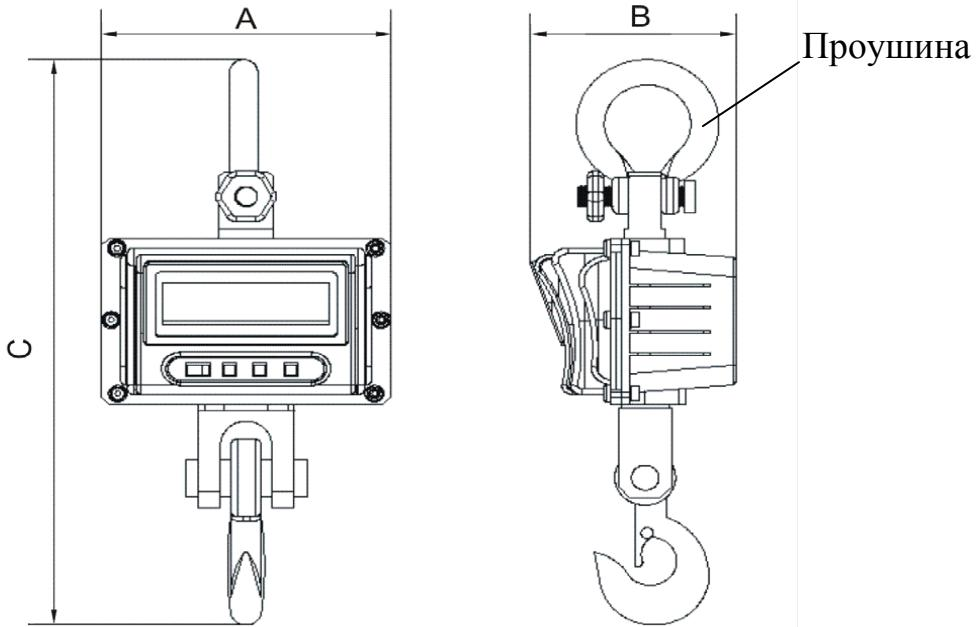

Рис. 3.1 - Габаритные размеры весов
3.10 Габаритные размеры и значения массы весов приведены на Рис. 3.1 и в Табл. 3.2.